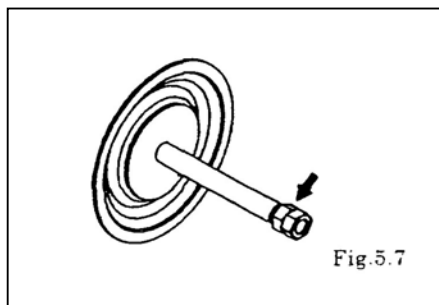

Fig.5.7
- Verwijder de steunschijf en het membraan van de andere zijde met behulp van de contra-moer aan het vrije uiteinde. [Fig. 5.7]